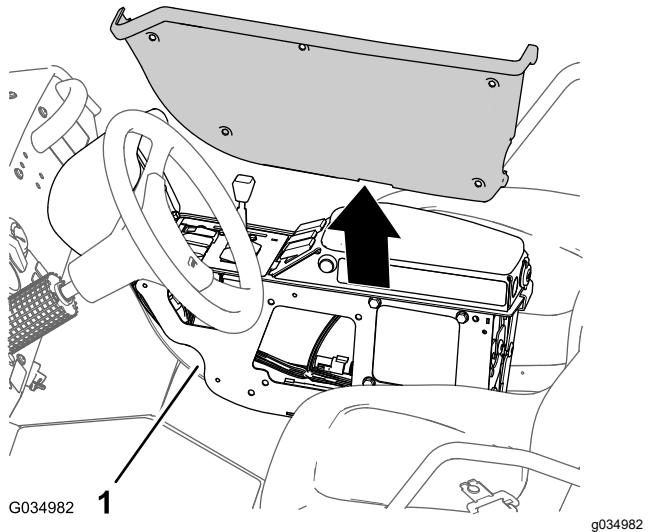

Bild 99
6. Fluchten Sie die Abdeckung, die Sie entfernt haben (Bild 99), mit der linken Seite der mittleren Konsole aus.